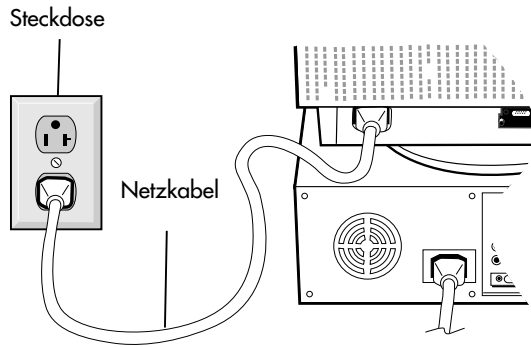

Abbildung C.1
5. Schließen Sie ein Ende des Netzkabels an den MultiSync E1100+ Monitor an und stecken Sie das andere Ende in die Steckdose (**Abbildung C.1**).